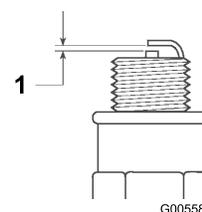

Figura 50
4. Ajuste el hueco entre los electrodos central y lateral a 0.76 mm (Figura 50).